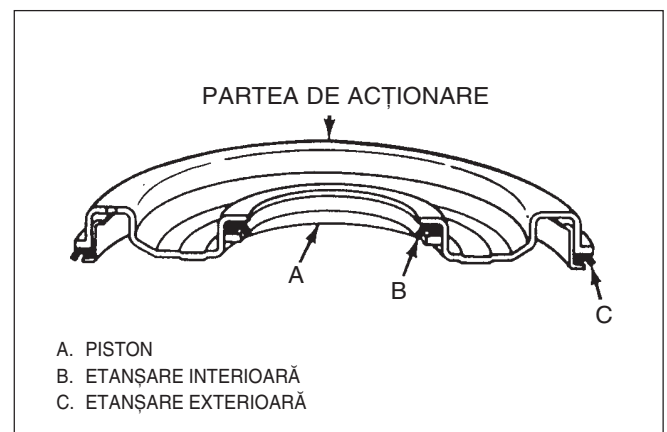

Fig. 79 Acționare normală piston
- 1) Inserția (628).
- 2) Inelele de etanșare interior (627) și exterior (626) – fig. 79. Se montează inele noi de etanșare pe piston.
- 3) Ansamblul piston (629). Se montează întâi inelul interior (627).